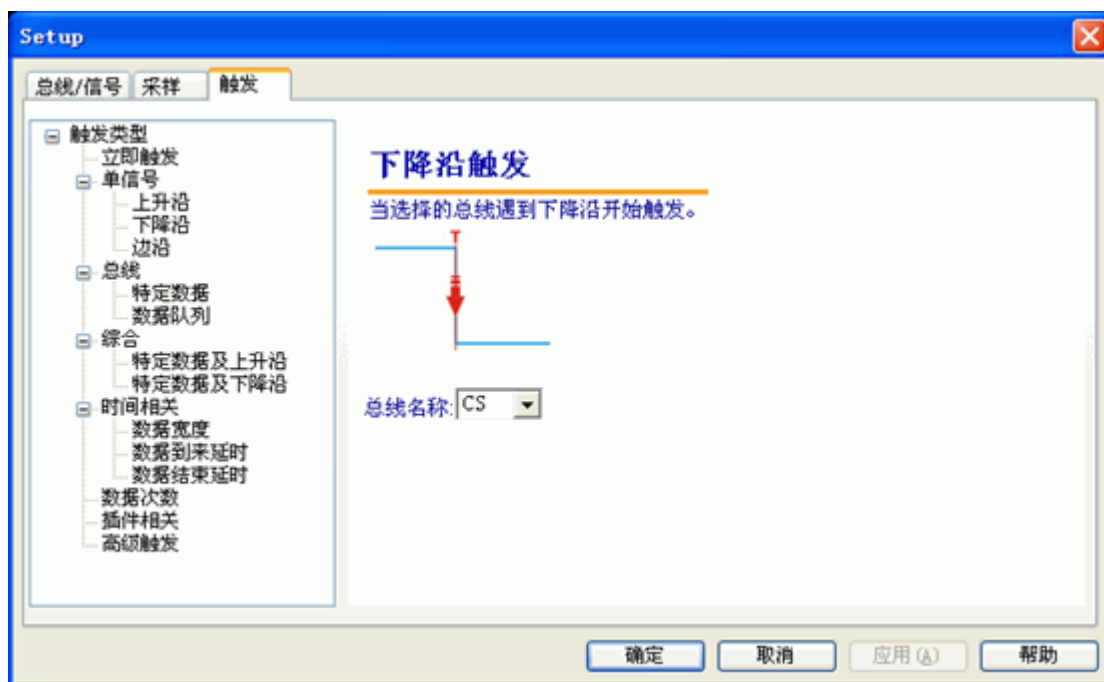

图 9.37 设置触发条件
2. 总线/信号设置完毕后便可设置触发条件了，在该实验中，设定当CS下降沿到来时触发。如图 9.37所示。